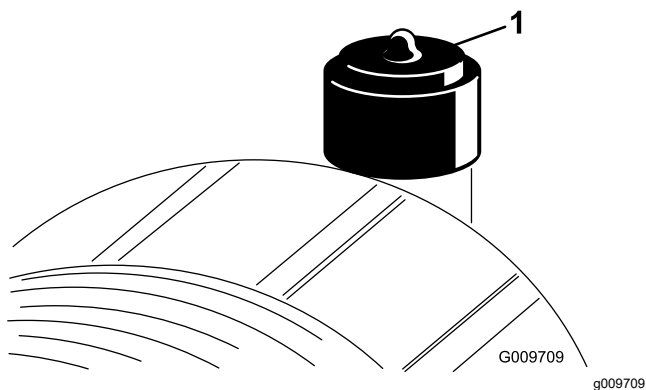

Figura 42
Revise el filtro del limpiador de aire únicamente cuando el indicador de mantenimiento (Figura 42) lo requiera. El cambiar el filtro antes de que sea necesario sólo aumenta la posibilidad de que entre suciedad en el motor al retirar el filtro.
2. Reinicie el indicador (Figura 42) si se ve rojo.